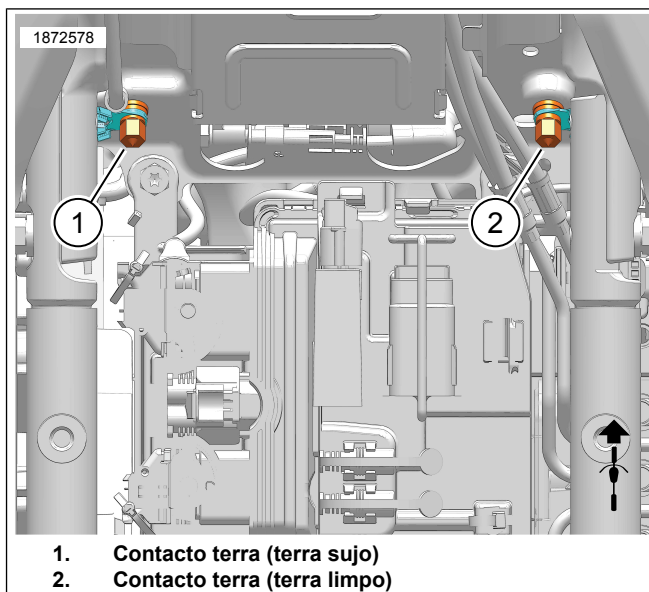

Figura 7. Localizações do contacto terra da caixa da bateria
- Ver Figura 7. Encaminhar o fio de terra através do orifício retangular, em direção aos postes de terra.
Ver Figura 7 . Encaminhe e conecte o fio terra do ATM ao contacto terra **limpo** (2). Aperte.